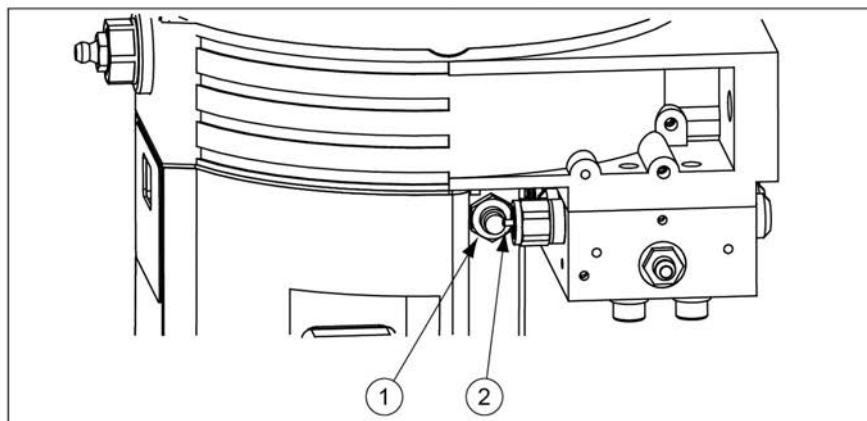

РИС. 11. БЕСКОНТАКТНЫЙ ДАТЧИК (1) И ШТИФТ УПРАВЛЕНИЯ (2)
1. Нажмите кнопку оператора (2), чтобы подтвердить отказ. Мигающее сообщение начинает светиться непрерывно.
3. Чтобы запустить циклы смазывания, нажмите и удерживайте кнопку оператора (2) (в течение двух секунд), пока штифт управления не переместится мимо бесконтактного датчика. См. Рис. 11.